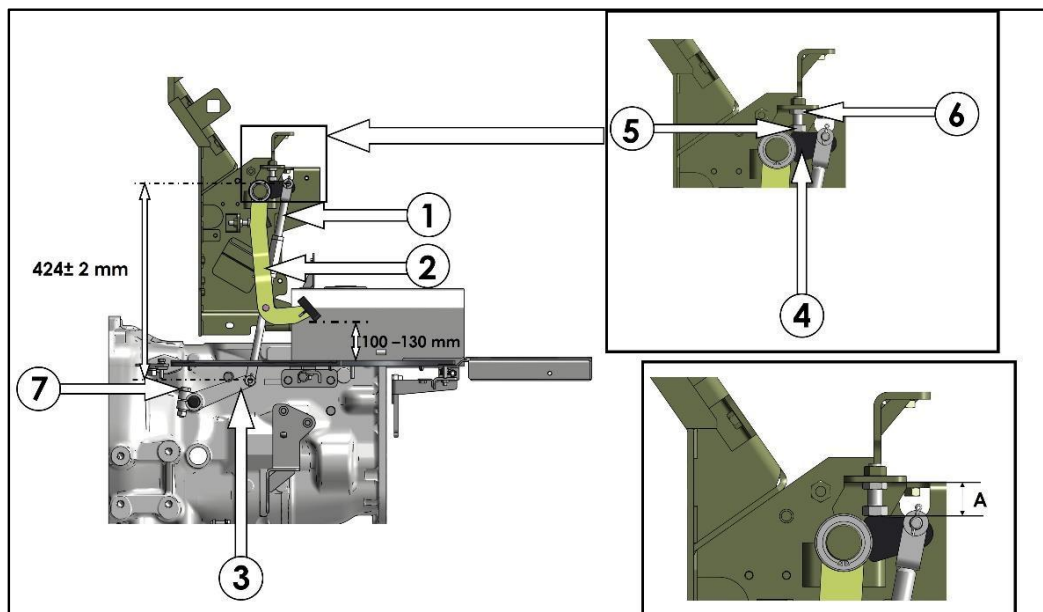
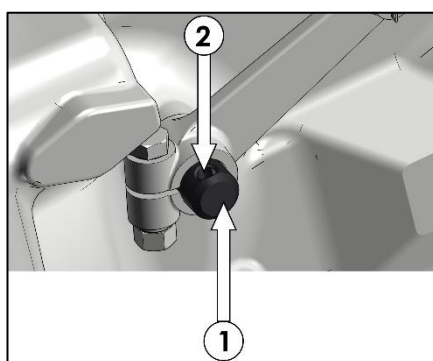
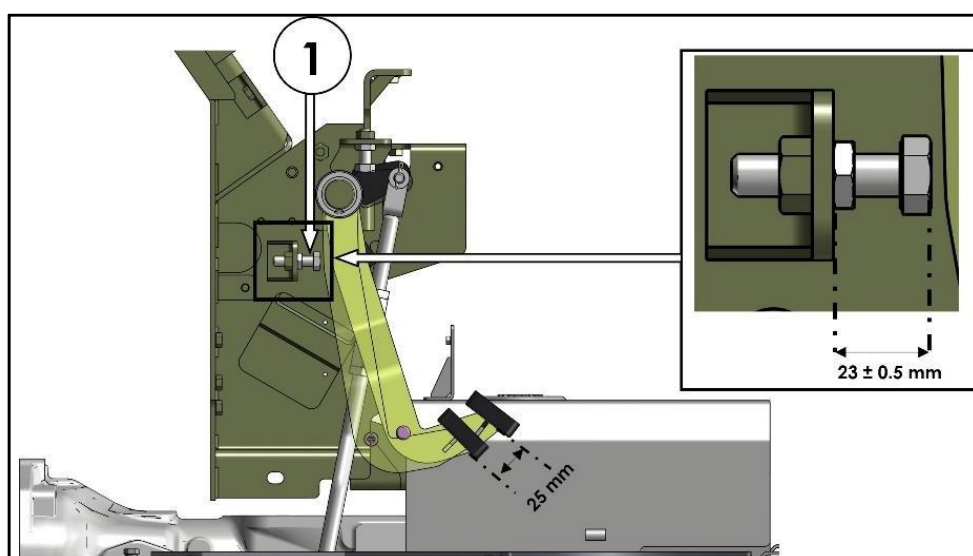

Fig. 286 : RÉGLAGE DE LA PÉDALE D'EMBRAYAGE
Fig. 287 : AXE DE COMMANDE D'EMBRAYAGE
Fig. 288 : JEU LIBRE DE LA PÉDALE D'EMBRAYAGE
1. S'assurer que la biellette de liaison d'embrayage est d'une longueur de 424 ± 2 mm (voir figure 286).
2. Raccorder l'ensemble biellette de liaison d'embrayage (élément 1, figure 286) à l'ensemble pédale d'embrayage (élément 2, figure 286) et au levier de l'arbre d'embrayage (élément 3, figure 286).
3. La hauteur entre la pédale d'embrayage et le plancher doit être comprise entre 100 et 130 mm (voir figure 286).
4. Vérifier que la hauteur du point de réglage initial de la pédale est de 24 mm (repère A, figure 286).
5. La course libre de la pédale doit être de 25 mm (voir figure 288).
6. Insérer une cale d'épaisseur entre le levier de la pédale d'embrayage (élément 4, figure 286) et la vis de réglage (élément 5, figure 286), puis serrer la vis et son contre-écrou (élément 6, figure 286) de manière à obtenir un jeu libre de 25 mm à l'extrémité de la pédale (voir figure 286).
7. Introduire une tige de 8 mm de diamètre dans l'orifice de l'axe de commande d'embrayage (2 sur la figure 287), puis le faire pivoter dans le sens horaire jusqu'à sentir une résistance. Serrer ensuite le levier d'arbre d'embrayage (élément 3, figure 286) sur l'axe de commande (élément 7, figure 286) à un couple de 75 Nm.
8. Appuyer à fond sur la pédale d'embrayage (élément 2, figure 286) cinq fois de suite, puis vérifier que le jeu libre demeure de 25 mm (voir figure 288).
9. Régler la vis butée de pédale d'embrayage (élément 1, figure 288) à une distance de $23 \pm 0,5$ mm de la plaque de montage (voir figure 288), puis bloquer avec le contre-écrou. Appuyer à fond sur la pédale d'embrayage jusqu'à ce qu'elle vienne en contact avec la tête de vis, en vérifiant la désactivation du premier étage d'embrayage.